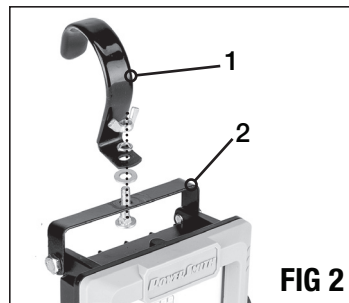

FIG 2
## INSTALLATION DU CROCHET (FIG 2)
Installez le crochet métallique fourni (1) sur le support (2) en utilisant le boulon, les rondelles et l'écrou, comme illustré à la FIG. 2.